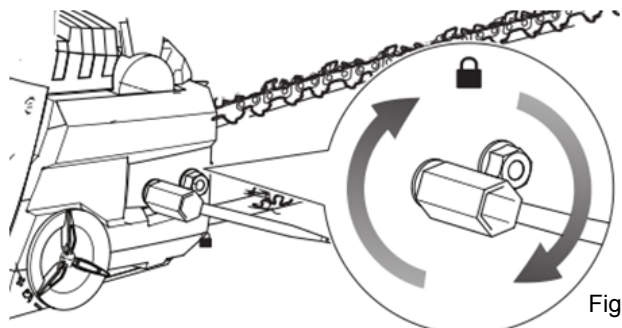

Fig 11
- Replacer le couvercle de l'embrayage et les écrous de montage. Serrer à la main les écrous de montage. Le guide doit bouger librement pour pouvoir régler la tension. (Fig 11)